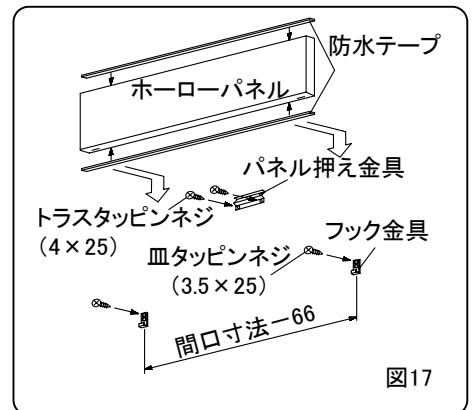

図17
- ③中台キャビネットに付属の防水テープをジョイント用ホーローパネルの間口寸法に合わせて切断しパネルの上下の面に貼ってください。(図17)
- ②下台キャビネットの後板に加工した下穴よりネジ(トラスネジ4.5×60)で壁面に固定してください。
- ③中台キャビネットに付属のフック金具・パネル押え金具を所定の位置に取付けてください。(図17,18)
- ④ジョイント用ホーローパネルをフック金具・パネル押え金具に差し込んでください。(図17,18)
- ⑤ジョイント用ホーローパネルの上に中台キャビネットを置き、ネジ(トラスネジ4.5×60)で壁面に固定してください。